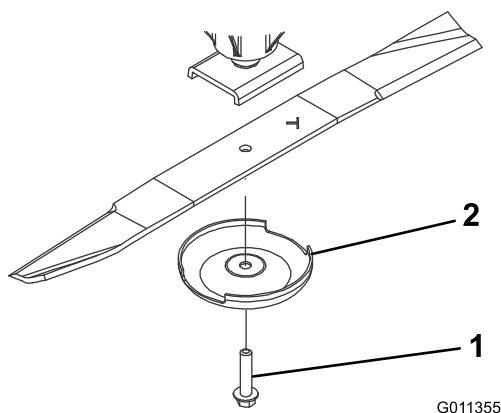

Figura 74
- Sujete el extremo de la cuchilla usando un paño o un guante grueso. Retire del eje de la cuchilla el perno de la cuchilla, el protector de césped y la cuchilla (Figura 74).
3. Instale la cuchilla, con la vela hacia la carcasa del cortacésped, con el protector de césped y el perno de la cuchilla (Figura 74).